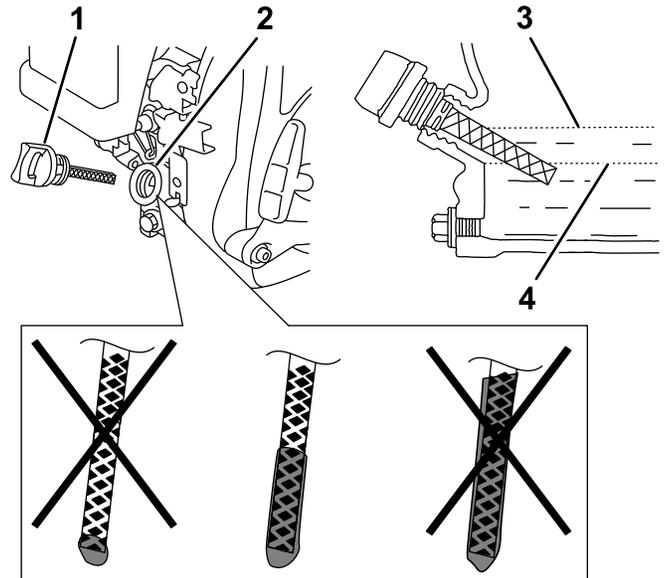

Figure 25
1. Sortez la jauge (Figure 25) et versez lentement de l'huile par l'orifice de remplissage jusqu'à ce qu'elle atteigne le repère supérieur (bord inférieur de l'orifice de remplissage) sur la jauge.